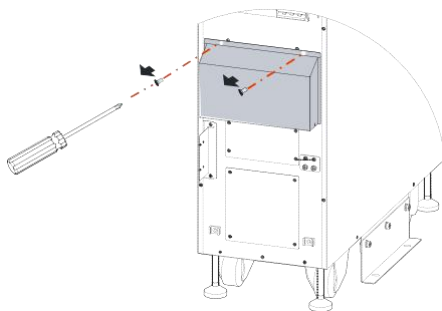
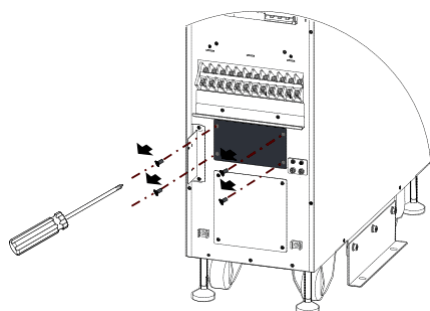

Рис. 3-17 Открутите винты кабельной крышки
Рис. 3-18 Открутите винты, крепящие крышку отсека установочной перемычки
Step 1 Открутите винты крышки кабельного отсека (как показано на Рис. 3-17), снимите крышку. Затем отвинтите крышку отсека для перемычки установки режима (как показано на Рис. 3-18), и снимите крышку.